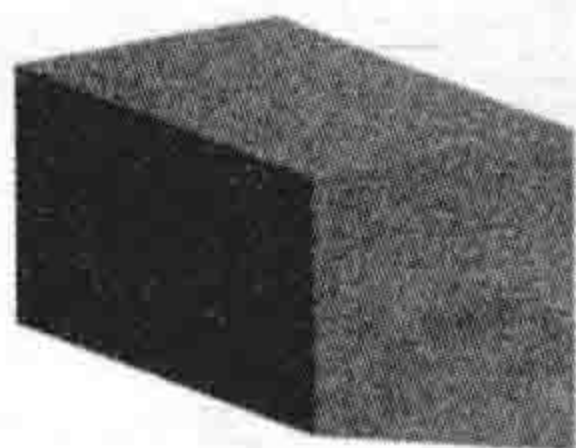
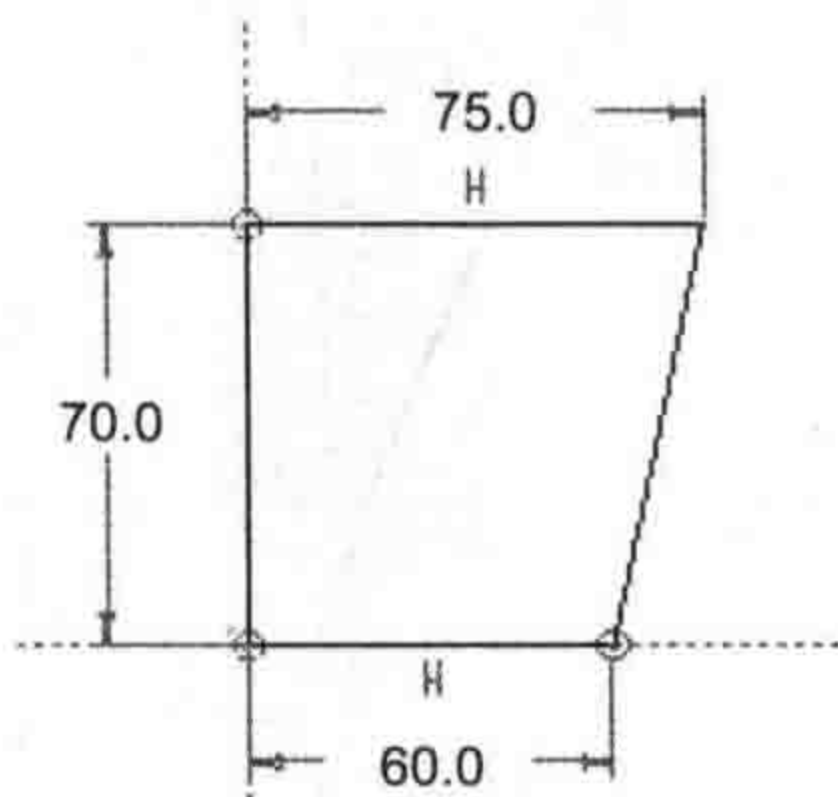
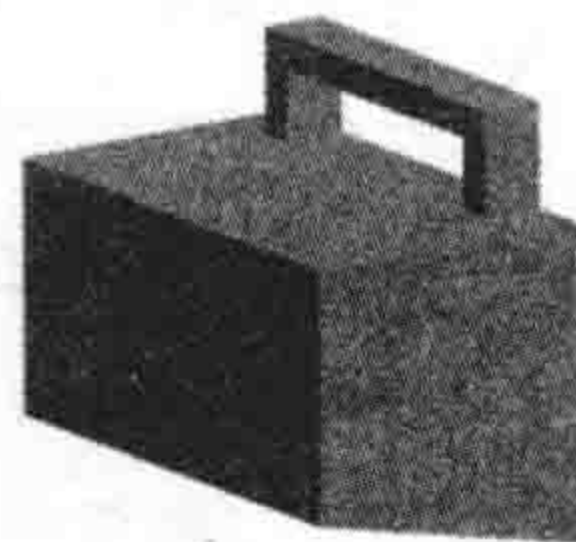

图 2.2 拉伸 1
图 2.3 截面草图
图 2.4 伸出项 标识 66
Step2. 创建图 2.2 所示的实体拉伸特征——拉伸 1。
(1) 选择下拉菜单 **插入(I)** **→** **拉伸(E)...** 命令。
(2) 在绘图区中右击，从弹出的快捷菜单中选择 **定义内部草绘...** 命令，系统弹出“草绘”对话框；选取 RIGHT 基准平面为草绘平面，选取 TOP 基准平面为参照平面，方向为 **左**；单击对话框中的 **草绘** 按钮。
(3) 进入草绘环境后，绘制图 2.3 所示的截面草图。完成后单击“完成”按钮 **✓**。
(4) 在操控板中选取深度类型 **±**，再在深度文本框中输入深度值 115.0，并按 Enter 键。单击“完成”按钮 **✓**，完成特征的创建。
Step3. 创建图 2.4 所示的扫描特征——伸出项 标识 66。